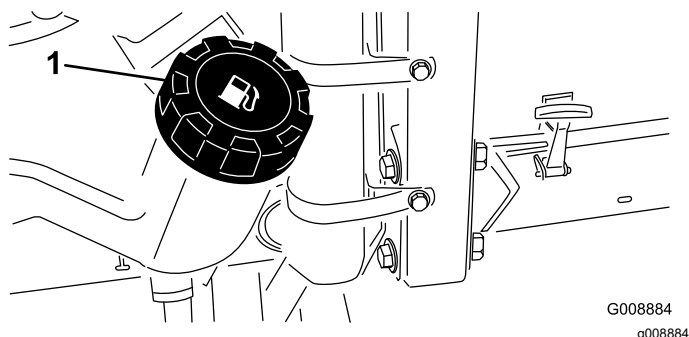

Рисунок 27
2. Очистите поверхность вокруг крышки топливного бака (**Рисунок 27**).